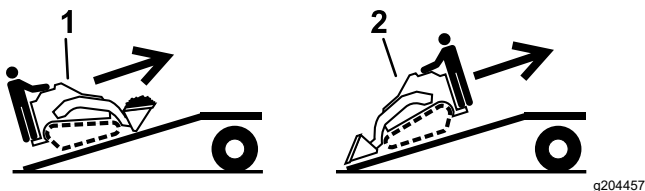

Bild 28
5. Fahren Sie beim Verladen auf den Anhänger mit dem schweren Ende der Maschine auf die Rampe und befördern Sie Lasten niedrig (**Bild 28**).